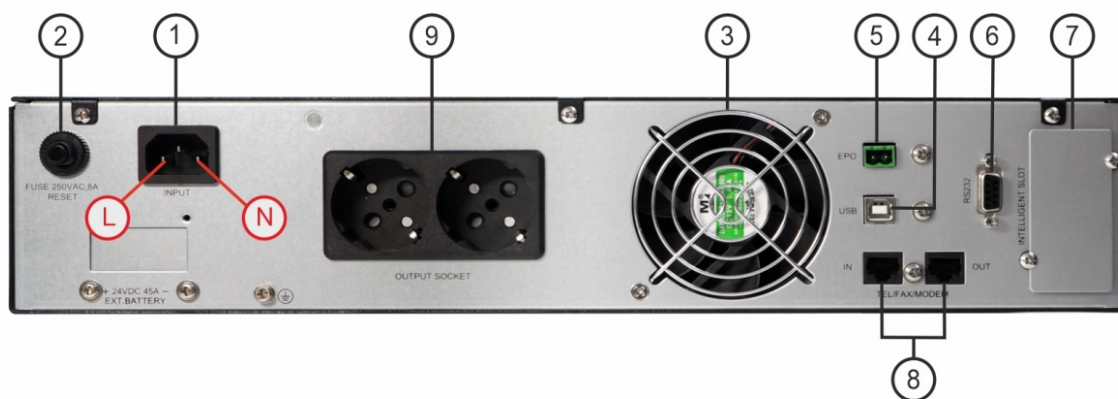

Рис.3
Фазный провод сетевого напряжения должен подключаться к левому контакту разъема для подключения кабеля питания сетевого напряжения (1) рис.3
**Фазный провод сетевого напряжения должен подключаться к левому контакту разъема для подключения кабеля питания сетевого напряжения (1) рис.3.**